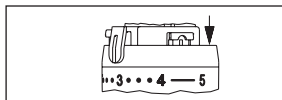

Abb. 8
3. Zur oberen Begrenzung des Einstellbereiches, wird das zweite Element, in die Position eine Nut nach der Merzkahl „4“ eingesteckt (Abb. 8).